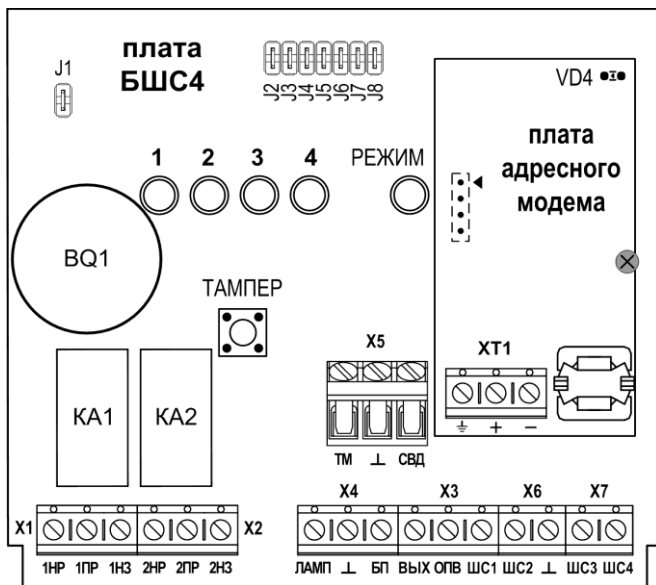

Рис.10 Плата БШС4
Прибор Карат позволяет подключить до 57-ми блоков расширения БШС4. Подключение блока к прибору осуществляется по 2-х проводной адресной линии. Схема подключения и обозначения клеммников – см. рис.А10, рис.10 и табл.20.
Для перевода блока в режим программирования необходимо, при поданном питании, снять перемычку J1 (рис.10).
7. Запишите номер в память модема. Для этого нажмите, на 1 секунду, кнопку тампера на плате БШС4 (рис.10).
2. Нажмите, на 1 секунду, кнопку тампера на плате БШС4 (рис.10).